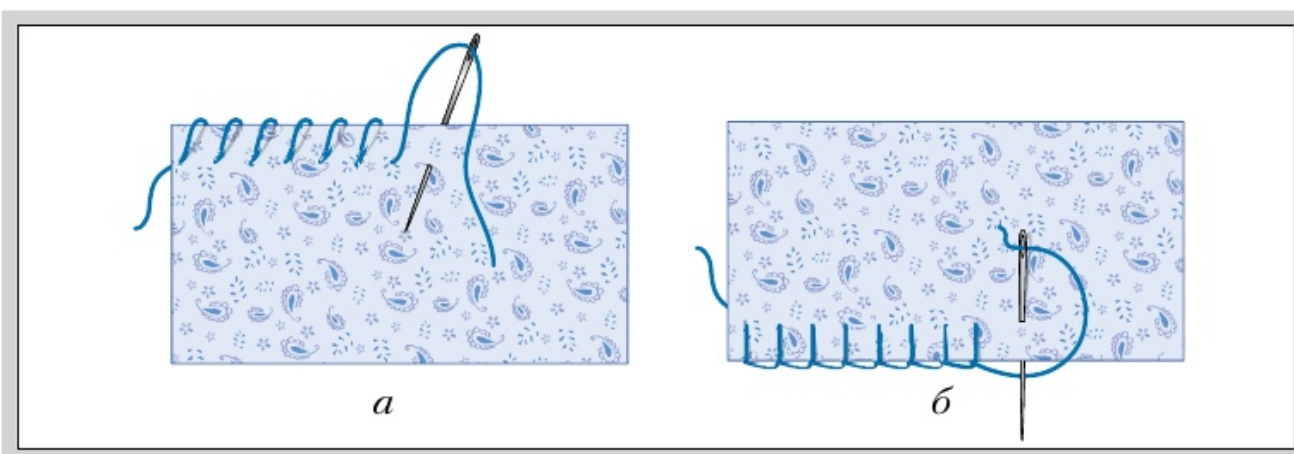

Рис. 129. Обмётывание ручными стежками: *а* — косыми; *б* — петельными
Для того чтобы изделие выглядело аккуратно с изнаночной стороны, все срезы деталей кроя нужно обработать. Сделать это лучше с помощью швейной машины, но если такой возможности нет, нужно набраться терпения и обметать срезы косыми или петельными стежками (рис. 129). Делают это в направлении слева направо, огибая стежками срез. Нитку туго не затягивают.
- 5) Разверните детали. Разверните припуски на шов. Обметайте один продольный срез косыми, а другой — петельными ручными стежками ниткой контрастного цвета в одно сложение (см. рис. 129 и 133, г).